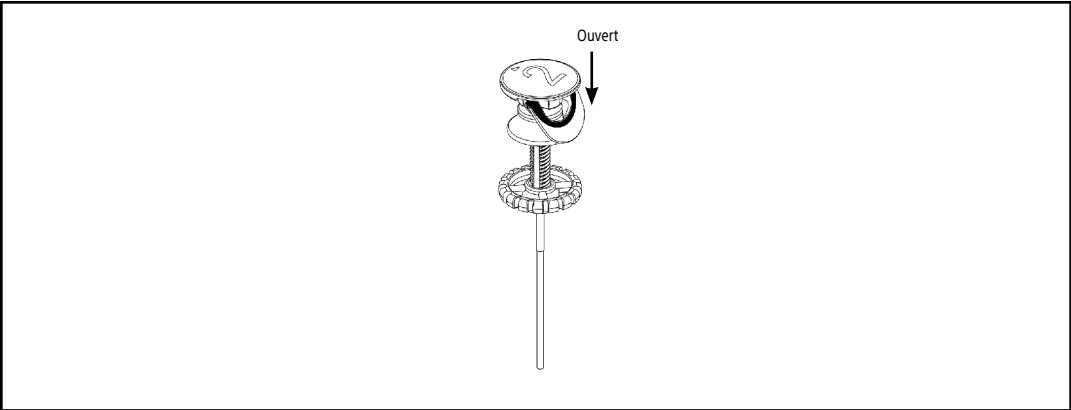
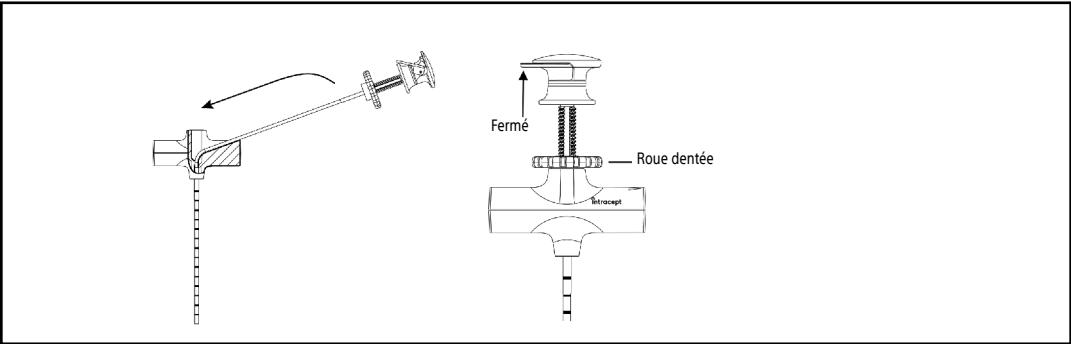

FIGURE 4
FIGURE 5
8. S'assurer que la roue dentée de l'ensemble de canule courbe est maintenue par le verrou à friction à la position de filetage la plus basse (tourner dans le sens des aiguilles d'une montre si nécessaire). Appuyer (ouvrir) la languette de fixation (l'indicateur rouge est visible) en s'assurant que la pointe du stylet en J est rétractée dans la canule courbe (voir Figure 4). Tout en maintenant la position de la canule d'introduction, saisir la poignée de l'ensemble de canule courbe et insérer soigneusement la pointe distale dans la poignée de la canule d'introduction tout en alignant la pointe de l'ensemble de canule courbe avec la lumière interne de la canule d'introduction. En un seul mouvement, introduire l'ensemble de canule courbe dans la canule d'introduction tout en le soulevant à la verticale pendant qu'il glisse dans la canule d'introduction (voir Figure 5). Poursuivre l'insertion jusqu'à ce que l'ensemble de la canule courbe soit complètement en place et que la flèche sur le stylet en J s'aligne avec les flèches sur la canule d'introduction. S'assurer que la languette de fixation est en position fermée (voir Figure 5) avant le déploiement de l'ensemble de canule courbe.